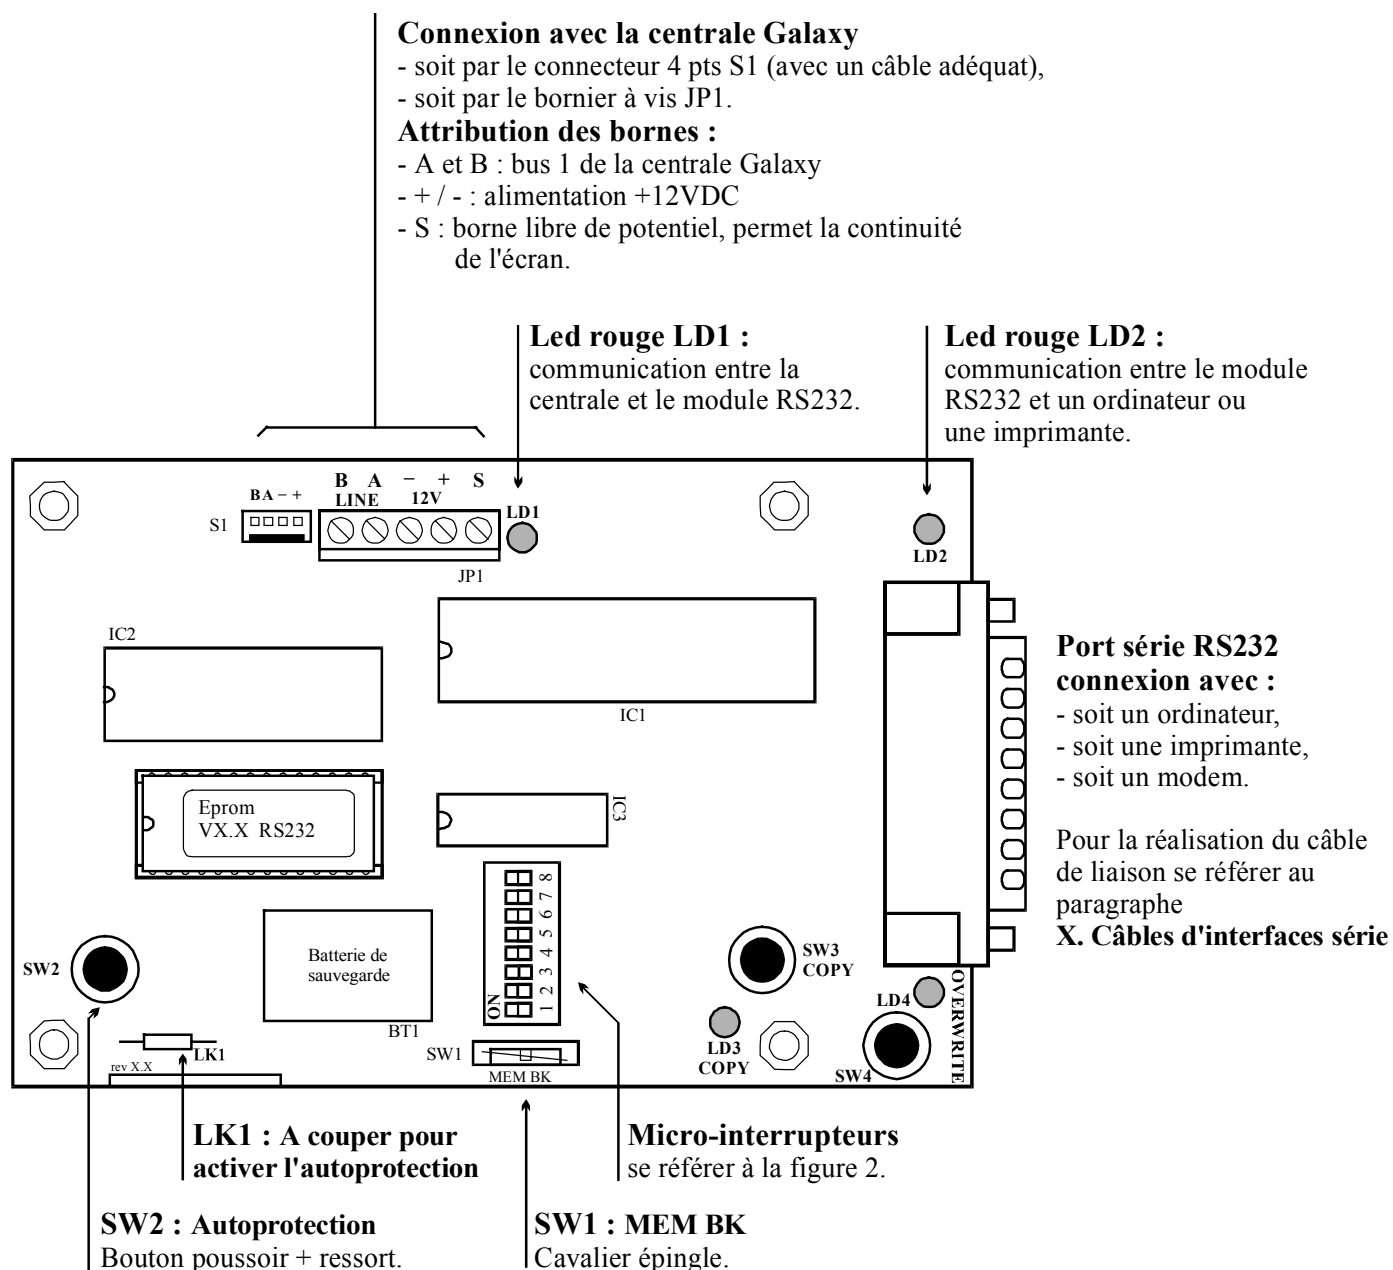

Figure 1 : Le module RS232.
4. Raccorder le module RS232 à la centrale Galaxy en utilisant soit le connecteur **S1** avec un câble équipé d'un connecteur adéquat, soit le bornier à vis JP1. Se référer à la Figure 1 de la page 3.